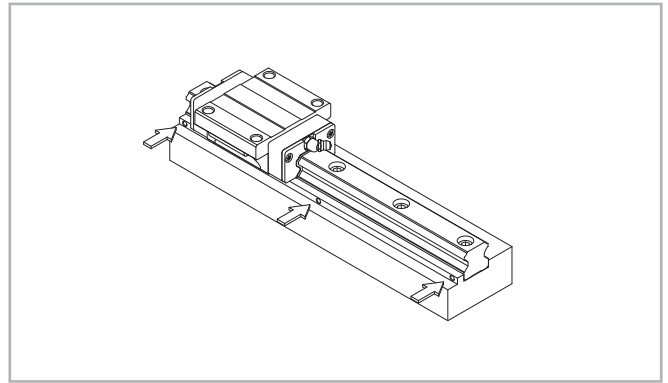
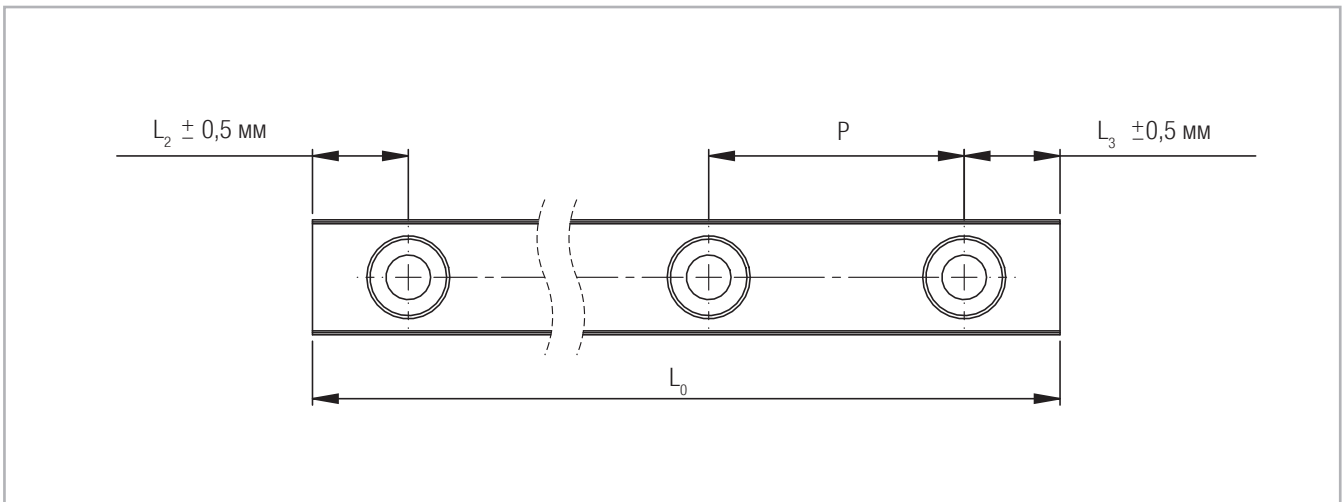

Рис. 54
Рис. 58
(3) Затянуть боковые регулировочные винты направляющих (см. Рис. 58) до плотного прилегания направляющей к боковому упору (см. Рис. 54).